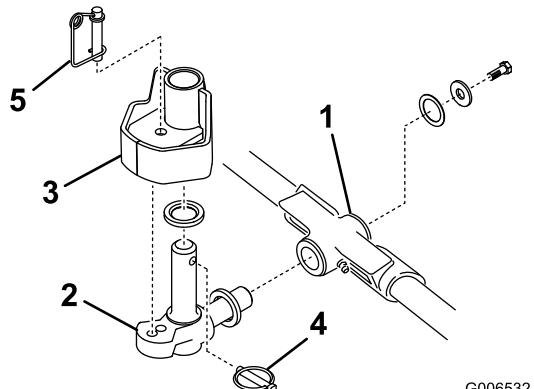

Figura 13
1. Montate una rondella di spinta sull'albero orizzontale dello snodo di articolazione, come riportato in Figura 13.
2. Inserite l'albero orizzontale dello snodo di articolazione nel tubo di montaggio del telaio portante (Figura 13).
3. Fissate lo snodo di articolazione al telaio portante con una rondella di spinta, una rondella piana e una vite a testa cilindrica con testa flangiata (Figura 13).
4. Inserite una rondella di spinta sull'albero verticale dello snodo di articolazione (Figura 13).
5. Inserite l'albero verticale dello snodo di articolazione nel mozzo orientabile del braccio di sollevamento, se era stato tolto in precedenza (Figura 13).
7. Inserite l'acciario nel foro a croce previsto sull'albero dello snodo di articolazione (Figura 13).
- Nota:** Se l'elemento di taglio deve essere fisso, inserite il perno di bloccaggio dello sterzo nel foro di montaggio dello snodo di articolazione (Figura 13).
13. Agganciate del filo per molle attorno alla base del perno di bloccaggio dello sterzo (Figura 13).